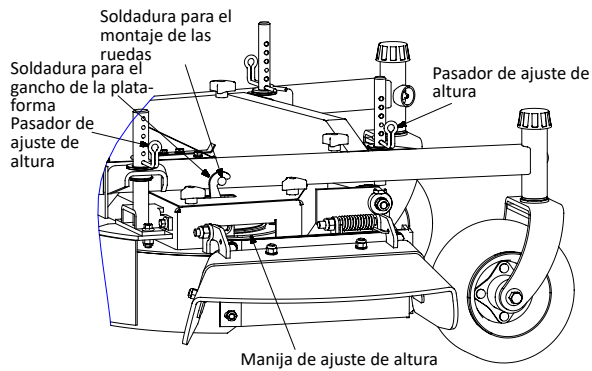

FIG 8.
- Insertar el pasador de ajuste de altura en el orificio correspondiente a la altura de corte deseada. Ver la calcomanía en la placa de elevación del puente. Mueva la palanca desde la posición de transporte y hacia abajo sobre el pasador de ajuste de altura para segar a la altura seleccionada. Ver FIG 8.